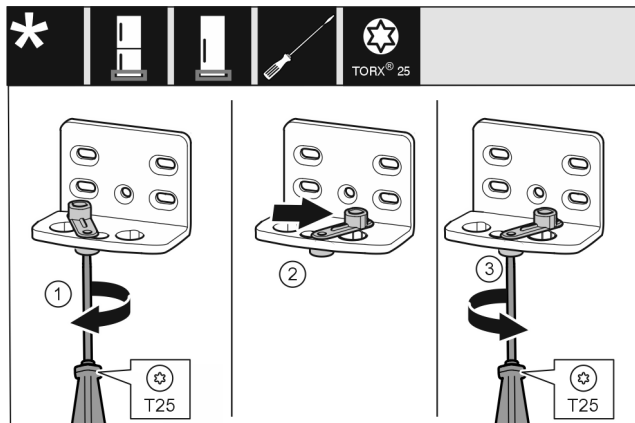

Fig. 44 *
- Vijake Fig. 44 (1) rahlo privijte z izvijačem.*
- Privzdignite pripomoček za zapiranje vrat Fig. 44 (2) in ga v luknji zavrtite za 90° v desno.*
- Zategnite vijak Fig. 44 (3) z izvijačem.*